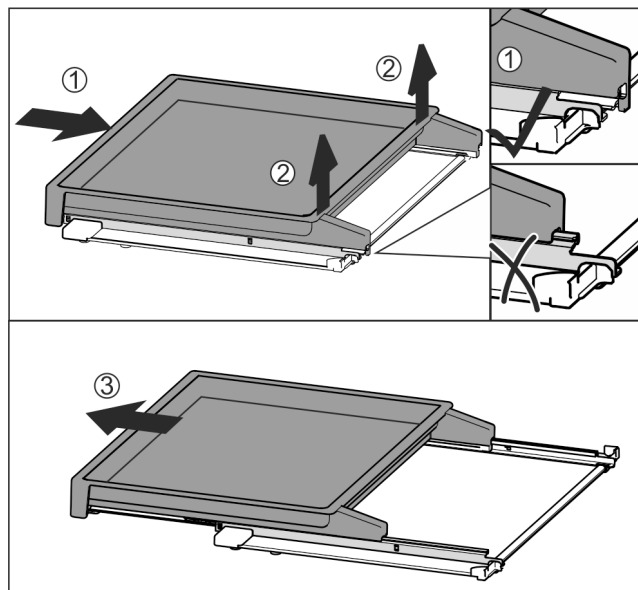

Fig. 112
- ▶ Insérer complètement la bordure télescopique Fig. 112 (1).
- ▶ La désenclencher à l'arrière Fig. 112 (2).
- ▶ Sortir la bordure télescopique par l'avant Fig. 112 (3).